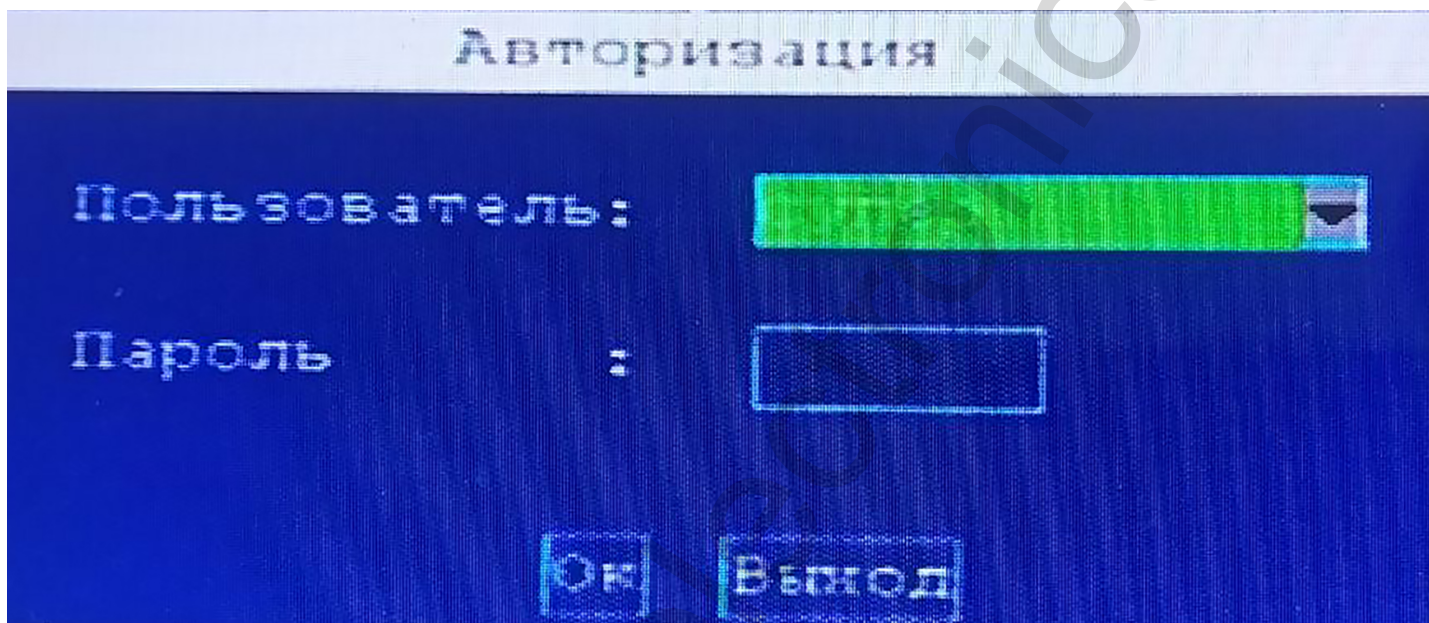

Рисунок 3.1 - Вид окна ввода пароля при входе в меню настроек Видеорегистратора
3.1.2 В случае, если в настройках Видеорегистратора для входа в меню необходимость введения пароля включена, то нажатие на пульте ДУ кнопки "Login" приведет в окно ввода пароля (см. рис. 3.1).